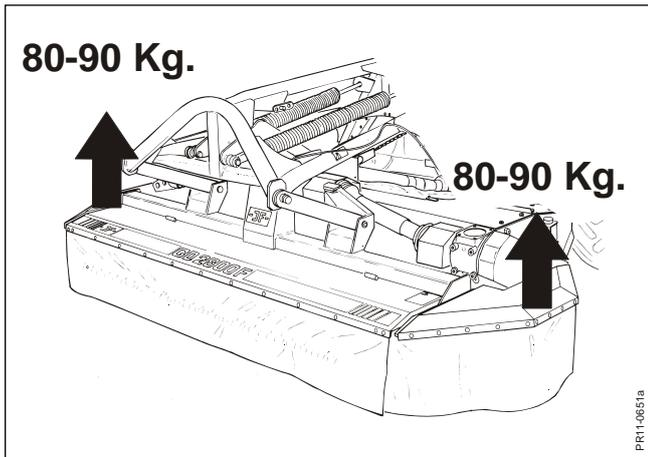

Fig. 3-19
**Fig. 3-19** Von der Fabrik ist die Entlastung auf der Maschine so eingestellt, daß der Bodendruck Arbeit unter normalen Verhältnissen angepasst ist. Hier ist das Gewicht in beiden Seiten etwa 80 - 90 kg, wenn die Maschine in der Grundeinstellung auf planer Unterlage steht.